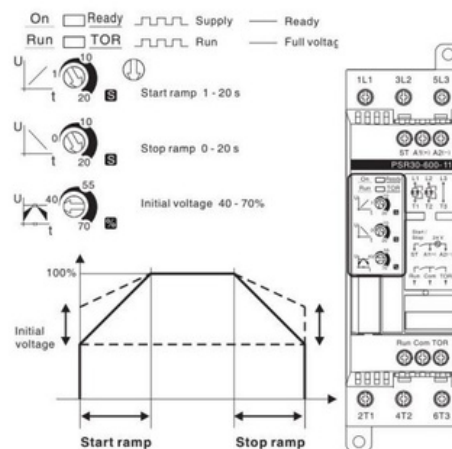

Fig. 1.0 Schéma des réglages d'usine du soft start
c. **Le VFD fonctionne en marche arrière, le BYPASS fonctionne en marche avant.** (Si le moteur tourne à l'envers en mode VFD et en marche avant en mode Bypass, il peut y avoir un problème avec le câblage interne en usine). Couper l'alimentation, verrouiller la source d'alimentation, tester la tension entrante sur le câblage d'alimentation des lignes aux bornes « L1 », « L2 », « L3 ». Une fois confirmé que l'alimentation est coupée, ouvrir le couvercle du variateur (VFD) et localiser les bornes « 91 » (L1) et « 92 » (L2) sur le variateur. Inverser les fils sur les bornes « 91 » (L1) et « 92 » (L2). (Se référer à la Fig. 1.0, Schéma de câblage à 3 contacteurs). Rétablir l'alimentation et vérifier à nouveau la rotation. Vérifier que la rotation du moteur en mode VFD est en marche avant. Une fois confirmé, passer en mode BYPASS et vérifier que la rotation en mode BYPASS est également en marche avant. Une fois la rotation correcte confirmée dans les deux modes, poursuivre avec la mise en service du variateur et la configuration selon les besoins. Si les problèmes persistent, contacter le personnel d'usine J&L pour l'assistance technique.
d. **Le VFD fonctionne en marche avant, le BYPASS fonctionne en marche arrière.** (Si le moteur tourne en marche avant en mode VFD et en marche arrière en mode Bypass, il peut y avoir un problème avec le câblage interne en usine). Couper l'alimentation, verrouiller la source d'alimentation, tester la tension entrante sur le câblage d'alimentation des lignes aux bornes « L1 », « L2 », « L3 ». Une fois confirmé que l'alimentation est coupée, localiser le relais de surcharge dans l'armoire de dérivation. Trouver les bornes « T1 » et « T2 » sur le relais de surcharge. Inverser les fils sur les bornes « T1 » et « T2 ». (Se référer à la Fig. 1.0, Schéma de câblage à 3 contacteurs). Rétablir l'alimentation et vérifier à nouveau la rotation. Vérifier que la rotation du moteur en mode VFD est en marche avant. Une fois confirmé, passer en mode BYPASS et vérifier que la rotation en mode BYPASS est également en marche avant. Une fois la rotation correcte confirmée dans les deux modes, poursuivre avec la mise en service du variateur et la configuration selon les besoins. Si les problèmes persistent, contacter le personnel d'usine J&L pour l'assistance technique.